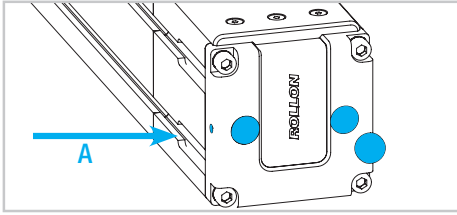

Fig. 8
- 8) Retirer les capuchons de protection des vis de fixation et desserrer la vis de blocage A (Fig. 8).